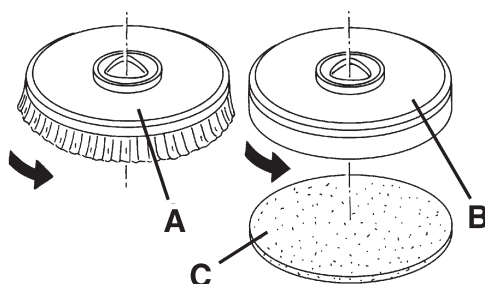

Figure 1
1. Positionner la brosse (A, Fig. 1) ou le plateau support disque (B) sous la tête (14).
2. Baisser la tête sur la brosse / plateau support disque en appuyant sur la pédale (8).
3. Brancher le câble d'alimentation (3) au réseau électrique.
4. Appuyer sur l'interrupteur (51) pour quelques secondes pour permettre l'engagement de la brosse ou du plateau support disque.
5. Appuyer sur au moins un des boutons-poussoirs (55) pour permettre l'engagement de la brosse ou du plateau support disque.